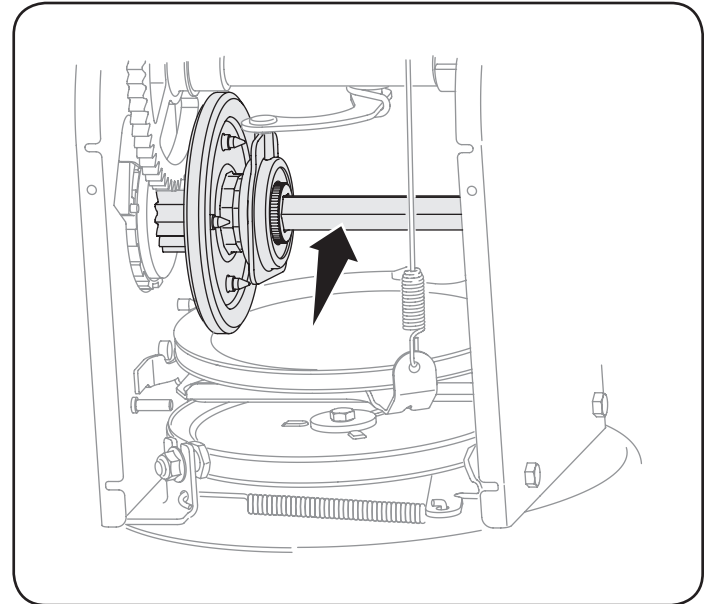

Figura 23
3. Aplique al eje hexagonal una capa ligera de una grasa multiusos apta para condiciones climáticas múltiples. Vea la figura 23.